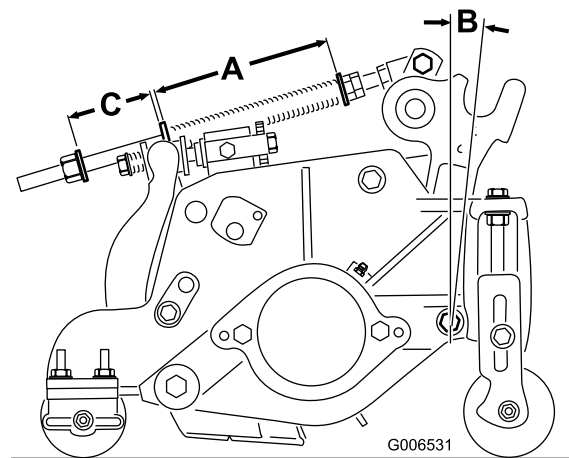

Bild 20
Die Rasenkompensierungsfeder (Bild 20) verlagert das Gewicht von der vorderen zur hinteren Rolle. Dies reduziert ein Bobbing genanntes Wellenmuster auf der Rasenfläche.
1. Ziehen Sie die Sicherungsmutter hinten an der Federstange fest, bis der Abstand (C) zwischen der Federhalterung hinten und der Scheibe vorne 51 mm beträgt (Bild 20).
2. Ziehen Sie die Sechskantmuttern vorne an der Federstange fest, bis die komprimierte Länge (A) der Feder 15,9 cm beträgt (Bild 20).
Hinweis: Verlängern Sie die Länge der komprimierten Feder (A) und den Abstand (C) um 13 mm (Bild 20), wenn Sie unebenes Terrain mähen.